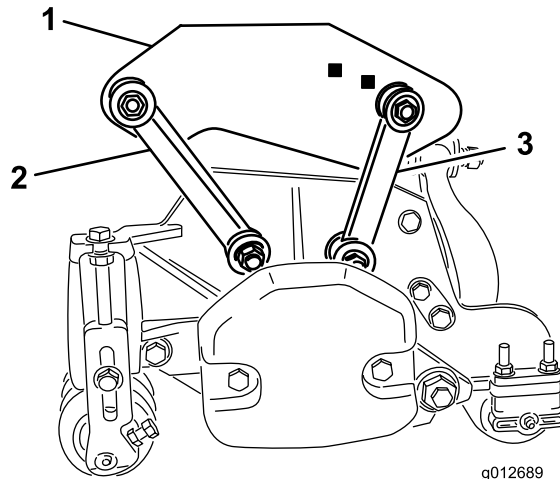

Figura 19
- Fixe as ligações de montagem frontais à estrutura de suporte com um parafuso (3/8 x 2-1/4 pol.), 2 anilhas de cabeça chata e uma porca de bloqueio, como se mostra em Figura 19. Posicione uma
- Fixe as ligações de montagem traseiras à estrutura de suporte traseira com um parafuso (3/8 x 2-1/4 pol.), 2 anilhas de cabeça chata e uma porca de bloqueio, como se mostra em Figura 19. Posicione uma anilha em cada lado da ligação quando estiver a montar. Aperte os parafusos com 42 Nm.